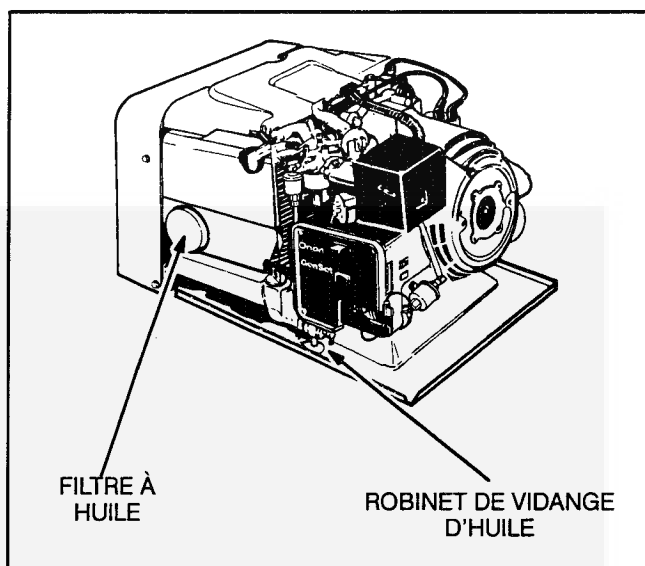

FIGURE 8. BOUCHON DE VIDANGE D'HUILE
3. Ouvrir le robinet de vidange (Figure 8) et laisser toute l'huile s'écouler du moteur.
5. Dévisser la cartouche du filtre à huile (Figure 8), vider l'huile qu'elle contient et la jeter en respectant les réglementations locales à ce sujet.